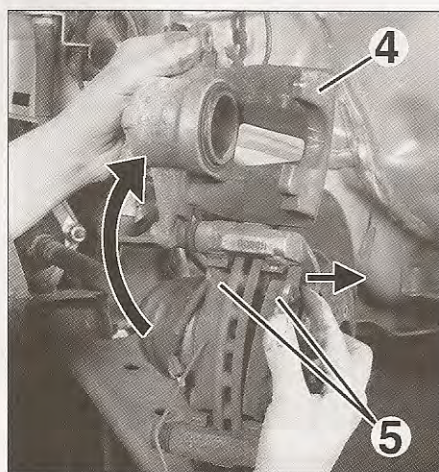
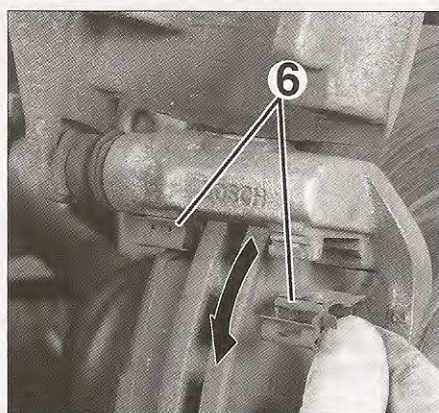

FIG. 4
FIG. 5
- Pivotar la pinza de freno (4) hacia arriba (fig. 4).
- Desmontar las pastillas de freno (5).
- Retirar las grapas (6) de guía de las pastillas de freno (fig. 5).